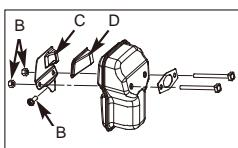

Рисунок 17B
2. Отвинтите 2 крепежных винта крышки (C) (рис. 17B).
3. Утилизируйте искрогаситель (D) и замените его новым.